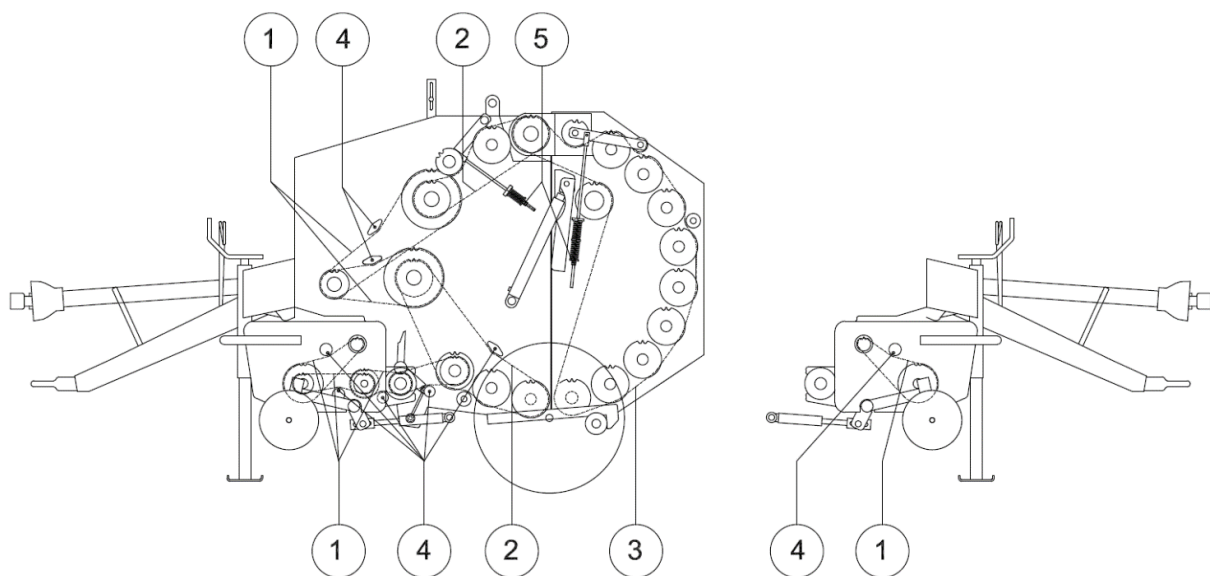

Figure 32. Ensemble d'entraînement
Le diagramme de la chaîne d'entraînement est indiqué sur la figure 32. Les chaînes utilisées pour l'entraînement sont situées aux positions 1, 2 et 3. Régler la tension des chaînes à l'aide de tendeurs (4) ou de la vis de réglage à ressort (5), selon le cas.